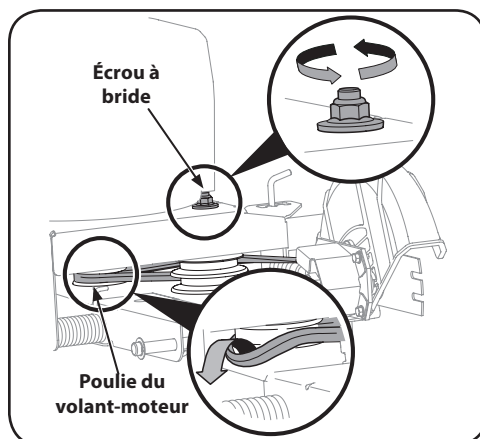

Figure 6-3
NOTE : Aux fins de ré-assemblage, veuillez noter la position de la courroie d'entraînement sur les deux poulies de tension et sur la poulie du volant-moteur avant d'effectuer les étapes suivantes. Voir Figure 6-3.
1. Placez-vous devant l'appareil et desserrez l'écrou autobloquant à bride situé sur le haut du châssis de façon à ce que la poulie de tension puisse pivoter légèrement hors du châssis. Voir Figure 6-3.
2. Avec l'autre main, retirez avec soin la courroie de la poulie d'entraînement. Voir Figure 6-3.